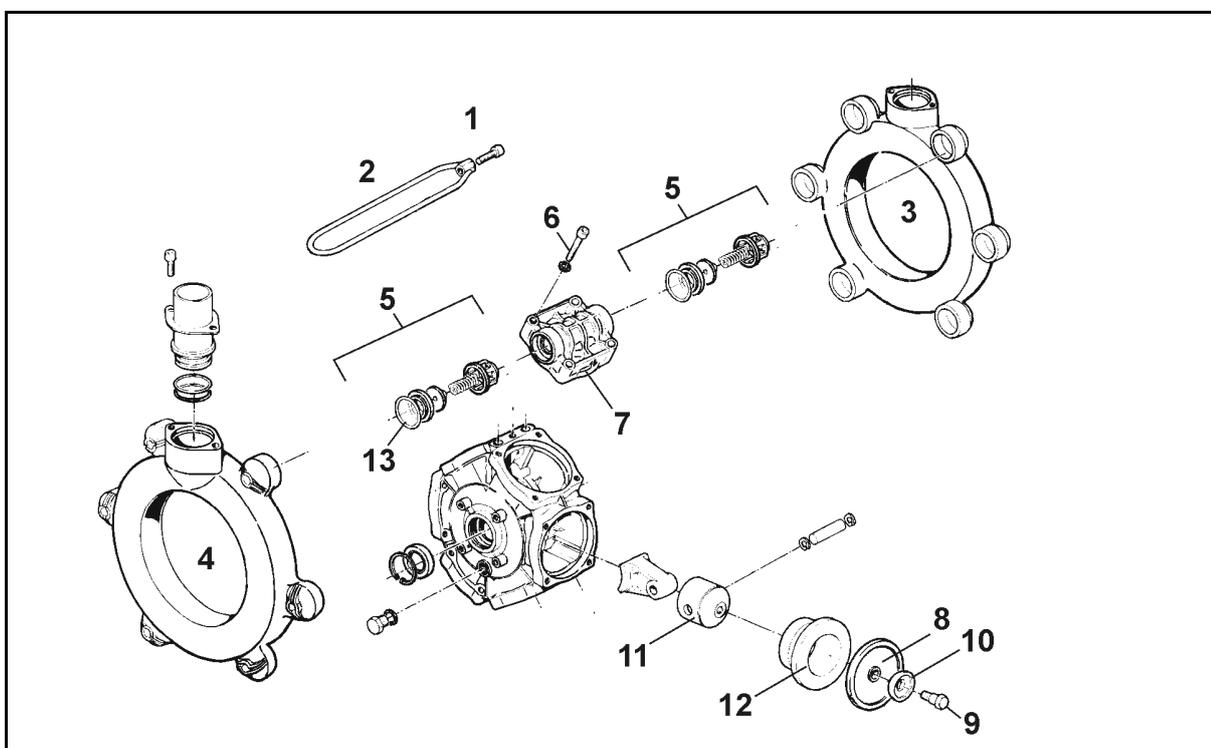

Рис. 159
- Проверьте поршневую мембрану (Рис. 159/8) на безупречное состояние путем демонтажа минимум один раз в год.
- Обратите внимание на монтажное положение клапанов на стороне всасывания и нагнетания, прежде чем вынуть клапанные группы (Рис. 159/5).
- Всегда обязательно заменяйте все поршневые мембраны (Рис. 159/8), даже если только одна мембрана разбухла, сломалась или приобрела пористую структуру.
2. Ослабьте винты (Рис. 159/1) и удалите скобы (Рис. 159/2).
3. Удалите каналы всасывания и нагнетания (Рис. 159/3, Рис. 159/4), включая клапанные группы (Рис. 159/5).
4. После удаления болтов (Рис. 159/6) снимите головку цилиндра (Рис. 159/7).
5. Проверьте поршневую мембрану (Рис. 159/8).
- Закрепляйте поршневые мембраны (Рис. 159/8) такого типа с помощью стопорной шайбы и болта (Рис. 159/11) на поршне (Рис. 159/9), так чтобы край был направлен в сторону головки цилиндра (Рис. 159/7).
- Гайки (Рис. 159/1,2) обязательно затягивать в перекрёстном порядке с соблюдением указанного момента затяжки. Неквалифицированное затягивание винтов ведет к перетяжке и, следовательно, к негерметичности.
1. Выверните болты (Рис. 159/11) и снимите поршневую мембрану (Рис. 159/8) в сборе со стопорной шайбой с поршня (Рис. 159/9).
3. Выньте цилиндр (Рис. 159/10) из корпуса насоса.
6. Вставьте цилиндр (Рис. 159/10) обратно в корпус насоса.
7. Вставьте поршневую мембрану (Рис. 159/8).
8. Прифланцуйте головку цилиндра (Рис. 159/7) к корпусу насоса и равномерно затяните болты (Рис. 159/6) крест-накрест.
9. Проверьте, очистите и установите клапанные группы (Рис. 159/5) на место.
11. Прифланцуйте всасывающий (Рис. 159/3) и нагнетательный (Рис. 159/4) каналы к корпусу насоса.
12. Затяните гайки (Рис. 159/1,2) в перекрёстном порядке с моментом затяжки **11 Нм**.